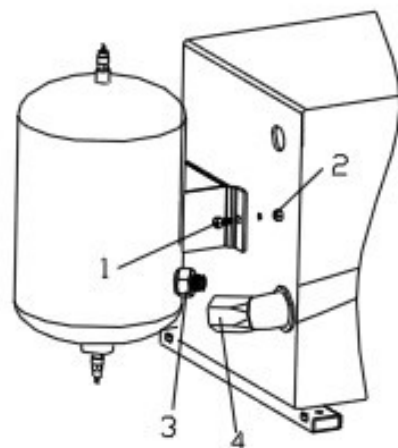

Рис. 15
1) Снимите левую крышку; прикрутите воздушный ресивер к корпусу болтом (1, рис. 15) и гайкой (2, рис. 15)
2) Подсоедините металлический шланг (4, рис. 15) и закрепите герметично на ресивере (3, рис. 15), убедитесь, что нет утечки.
3) Шина накачивается до давления выше максимального, рекомендованного изготовителем. Рис. 15